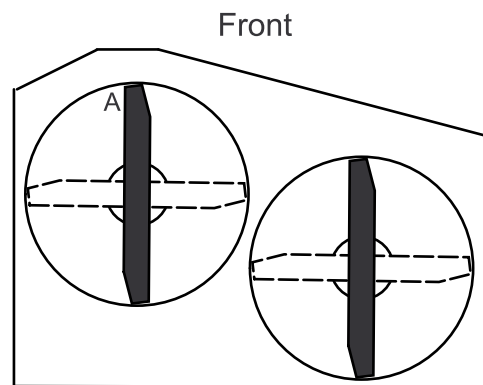

Figura 61
- Misurate al punto **A** e da una superficie piana fino al tagliente della punta della lama (Figura 61).